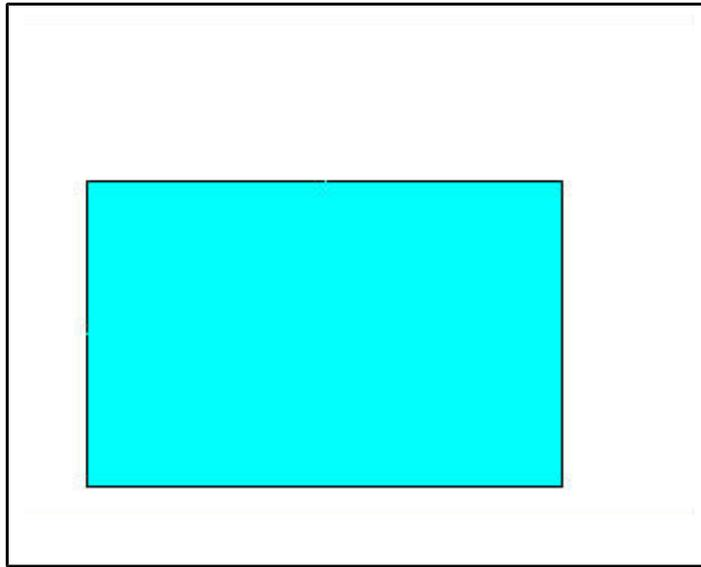

Рисунок 46. Создание прямоугольника по углу ширине и высоте
Чтобы создать прямоугольник (Рисунок 46), угол которого имеет координаты **0.03, 0.02**, ширина – **0.14**, высота – **0.09**, следует выбрать пункт меню:
- В появившемся диалоговом окне ***Rectangle By 2 Corners*** (Рисунок 46) следует ввести следующие значения:
Для того, чтобы сделать то же самое (Рисунок 46) с помощью командной строки следует набрать: